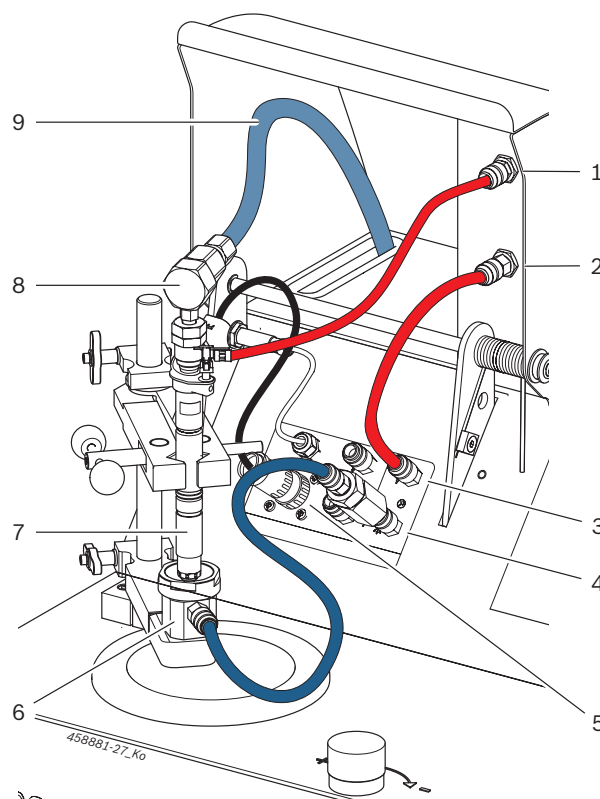

Abb. 5: Prinzipdarstellung Anschluss CRI Piezo
Einspritzkammer (Abb. 5, Pos. 6) erst nach dem "Leak test" auf Komponente montieren.
2. CRI Piezo (Abb. 5, Pos. 7) am Spannhalter befestigen.
3. Hochdruckschlauchleitung mit Anschlussadapter (Abb. 5, Pos. 8, 9) an CRI Piezo anschließen.
4. Schlauchleitung 1 680 712 368 oder 1680 712 369 an den Rücklauf von CRI Piezo und am "Rücklaufeingang CRI Piezo" (Abb. 5, Pos. 1) anschließen.
5. Schlauchleitung 1 680 703 079 an den "Rücklaufausgang CRI Piezo" (Abb. 5, Pos. 2) und am "Prüfanschluss für Rücklaufmenge" (Abb. 5, Pos. 3) anschließen.
6. Injektorspezifische Adapterleitung (1 684 465 798 oder 1 684 465 672) an CRI Piezo und an die "Elektrische Anschlussbuchse" (Abb. 5, Pos. 5) anschließen.
7. Eingangsfilter in den "Prüfanschluss für Einspritzmenge" einstecken (Abb. 5, Pos. 4).
Nach dem "Leak test" wird die Einspritzkammer auf die Komponente montiert und die Schlauchleitung 1 680 712 362 an die Schnellkupplung der Einspritzkammer und über den Eingangsfilter an den "Prüfanschluss für Einspritzmenge" (Abb. 5, Pos. 4) angeschlossen.